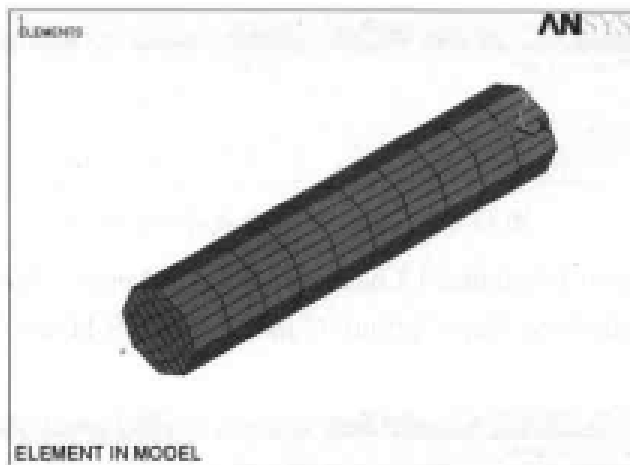

图 11-61 有限元模型结果显示
(19) 选择 Utility Menu | Plot | Elements 命令，ANSYS 显示窗口显示生成的有限元模型，如图 11-61 所示。